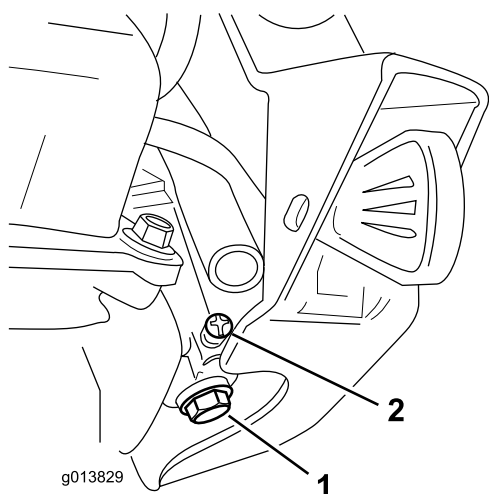

Figure 32
- B. Dévissez, mais ne retirez pas, la petite vis sur le côté de la cuve du carburateur (Figure 32) jusqu'à ce que le carburant commence à s'écouler par le carburateur.